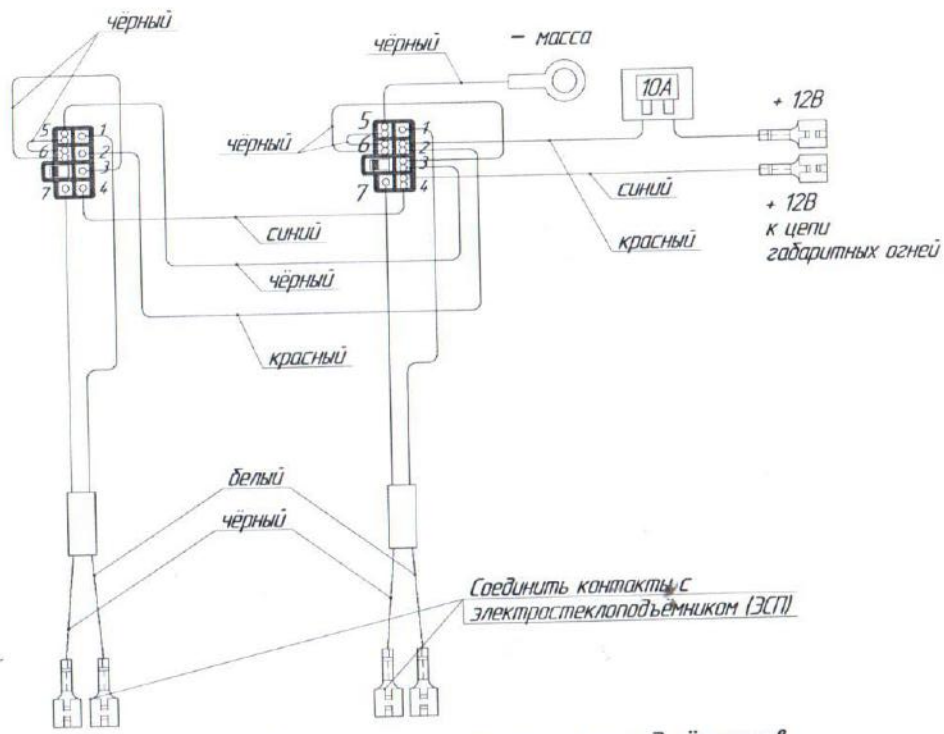

Рис. 3. Схема подключения электростеклоподъёмников к бортовой сети автомобиля.
6.6. Выбрать место установки переключателей, разметить и вырезать под них проймы. Протянуть двухжильный провод по салону от места расположения переключателей до дверей, затем через стойки в полости дверей. Контакты на другом конце провода соединить с электродвигателем ЭСП (см. рис. 3). При необходимости изменения размеров жгута использовать провода с сечением не менее 0,75 кв. мм.
6.8. Выполнить соединения проводов питания и подсветки в соответствии со схемой подключения ЭСП (см. рис. 3).